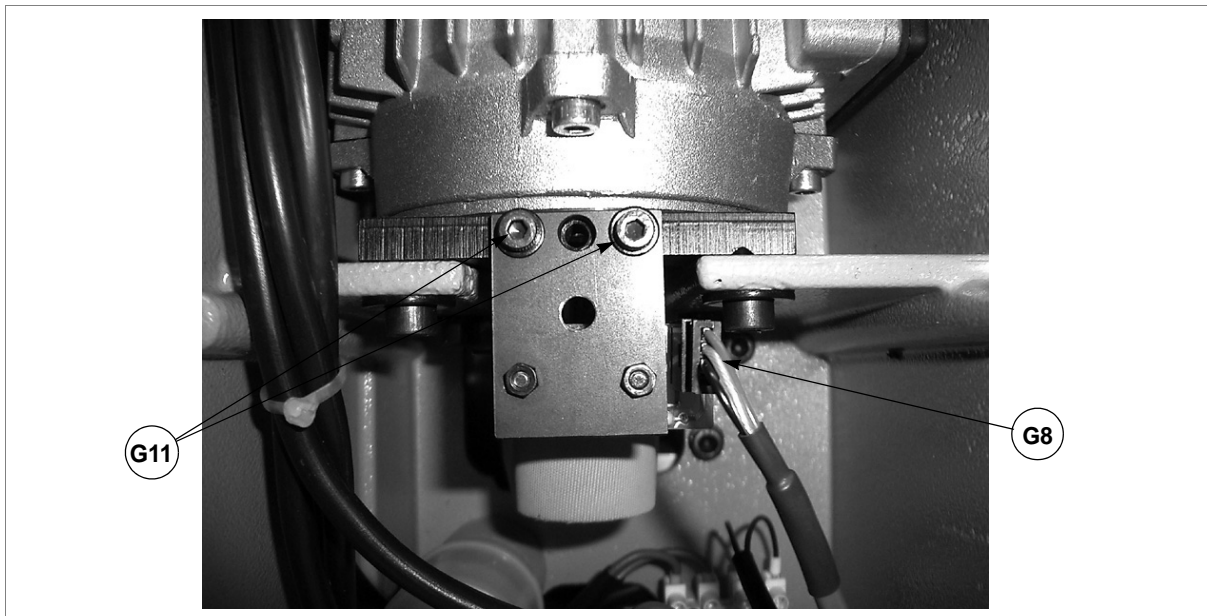

Fig. 151
- 4) disconnect the photocell wire (G8) (fig. 151).